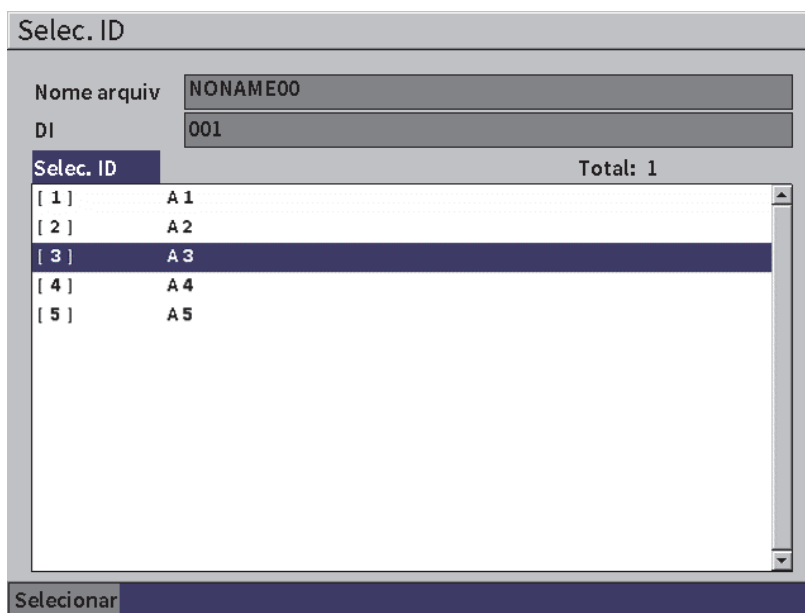

Figura 9-8 Visualizar todos os IDs em um arquivo
1. Na página de parâmetros configuração (veja Figura 9-7 na página 134), pressione o botão **Tab** para marcar o botão **Seleç. ID** e, em seguida, pressione o botão **Enter** para abrir a página de configuração **Seleç. ID** (veja Figura 9-8 na página 135).